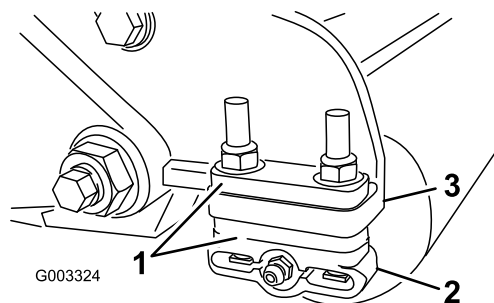

図 14
1. 希望の刈高範囲に必要な数のスペーサを高チャートで確認し、スペーサをサイド・プレートに取り付けフランジ（図 14）の下に入れて、後ローラのブラケットの位置を正しくセットする（図 14）。